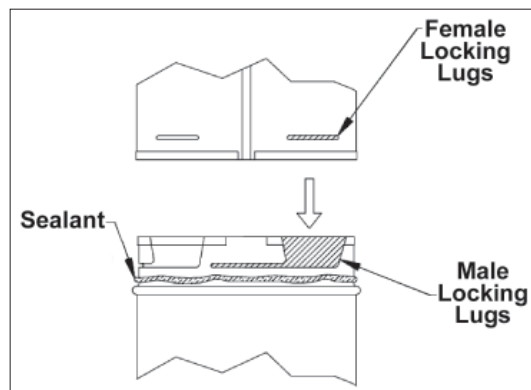

Figure 34 : Connexion "Tournez-Barrez"
- (1) Procédure d'assemblage : Quatre (4) encoches, situées sur l'extrémité femelle du tuyau, sont conçues pour glisser directement sur l'extrémité mâle du tuyau adjacent et des jointures, en orientant les quatre encoches du tuyau afin qu'elles correspondent et glissent dans les quatre fentes d'entrées de l'extrémité mâle. Poussez complètement les sections de tuyaux ensemble, puis "tournez-barrez" une section d'un quart de tour, dans le sens des aiguilles d'une montre, jusqu'à ce que les deux (2) sections sont pleinement barrés.
- (2) Les conduits horizontaux doivent être supportés à chaque 3 pieds (915mm). Des courroies murales sont disponibles à cet effet.
- (3) Un scellant est seulement nécessaire sur le tube externe du tuyau GS. Donnez une couche de scellant (1/2 pouce ou 3mm de large, autour de l'extrémité du manche extérieur, comme montrés à la figure 34 et puis, "tournez-barrez" les tuyaux ou les jointures ensembles.